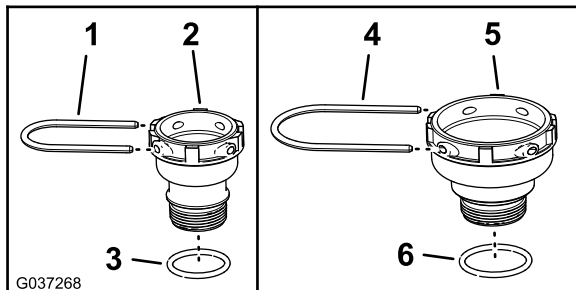

図 4
- 図 4 に示すように、O リング 1½ x 1-13/16 インチ 38 x 46mm をフィッティング 1¼ インチ 31.8mm に組み付ける。
- 図 4 に示すように、O リング 1¾ x 2-3/32 インチ 45 x 53mm をフィッティング 1½ インチ 38.1mm に組み付ける。